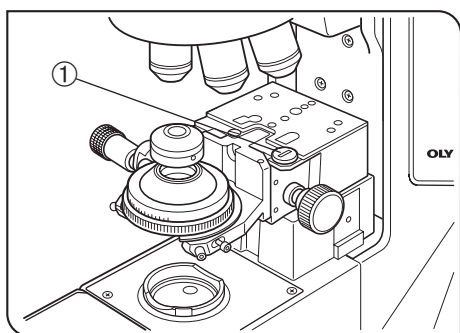

Рис. 26
3 Установка образца в чашке $\phi 35$ мм (Рис. 26 и 27)
⊙ В ряде случаев невозможно навести фокус конденсора на образец в чашке. Чтобы предотвратить это, извлеките заранее стопорный винт ① на установочной секции адаптера столика BX3-STAD (рис. 26).